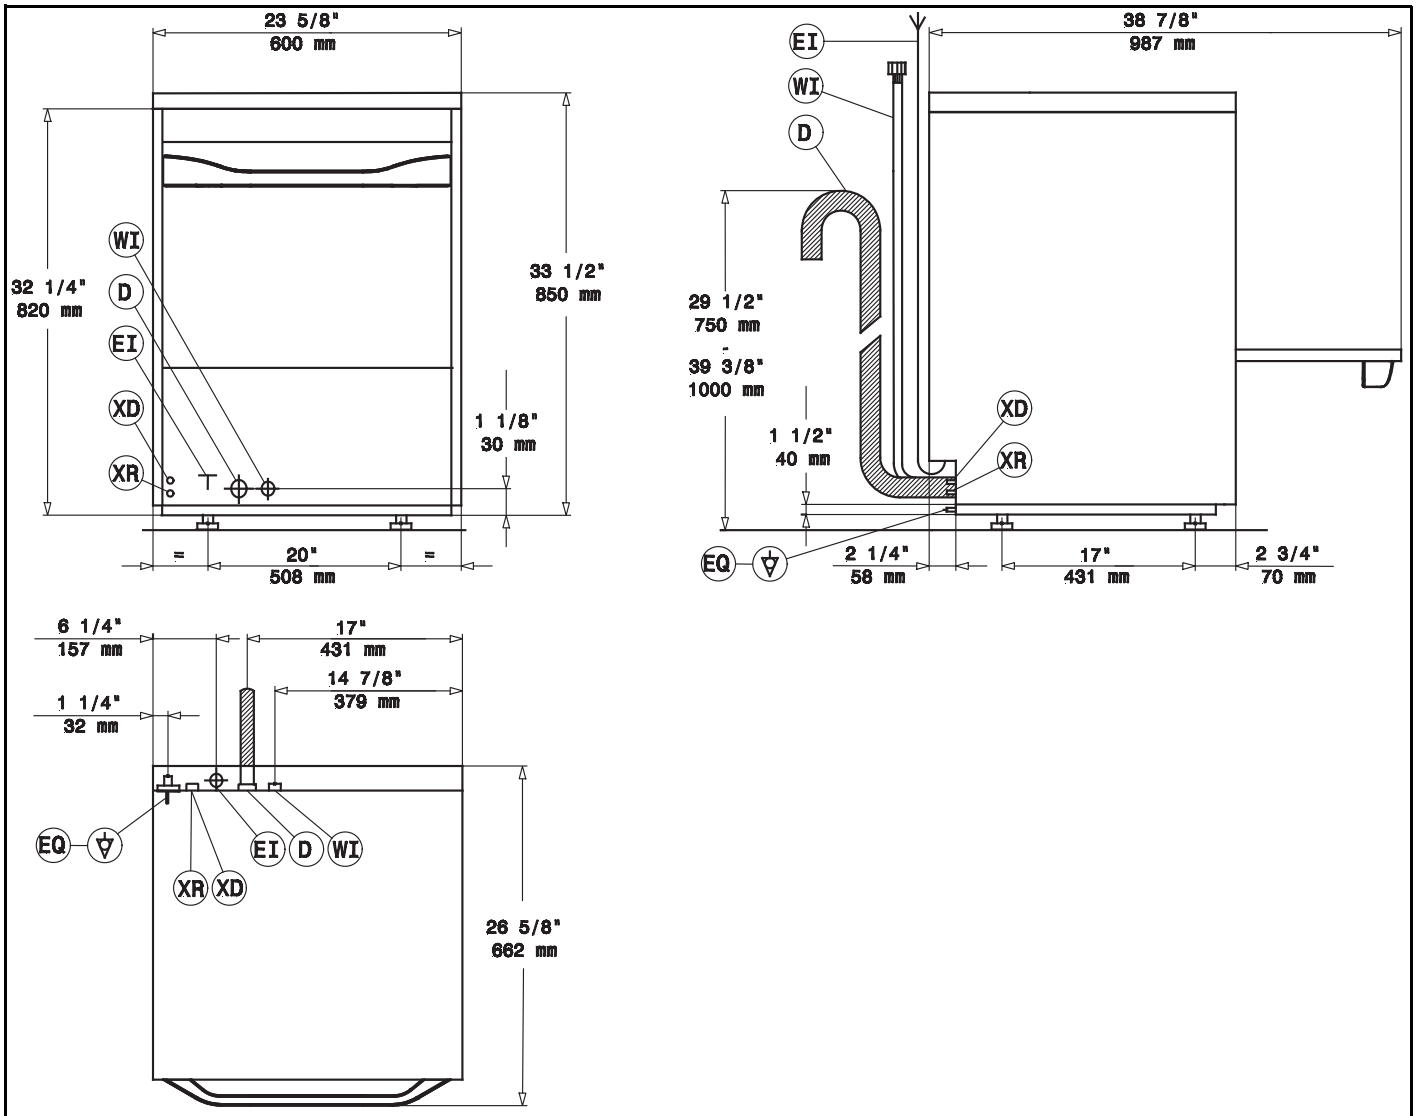
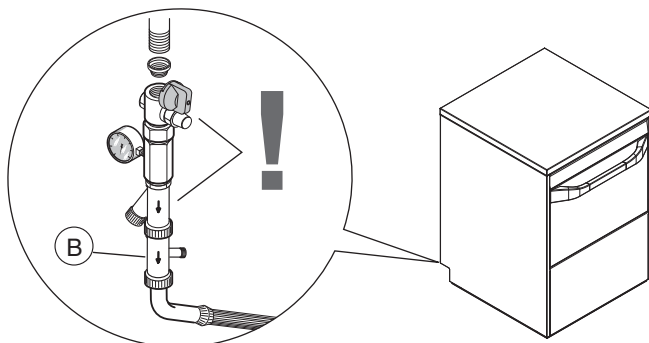

Figura 4
Figure 6
Leyenda Figura 4
- Conecte el tubo de suministro del agua "A" (Figura 4) del aparato a la acometida de agua (conforme a los reglamentos de fontanería locales). Instale una válvula de corte, un filtro y un manómetro entre el aparato y la acometida de agua de la unidad (Figure 6).
- En los modelos con descalcificador incorporado es necesario conectar la válvula antirretorno "B" (Figure 6) incluida de serie y el tubo de alimentación de la máquina.
parte posterior de ésta y se identifica mediante “Q” (Figura 4) en el manual y el símbolo “⚡” en la unidad. El conductor de tierra debe tener una sección de AWG 8/8.35 mm². No utilice la línea eléctrica ni otras canalizaciones para realizar las conexiones a tierra. Si es necesario, solicite al electricista que proporcione el conductor de tierra.